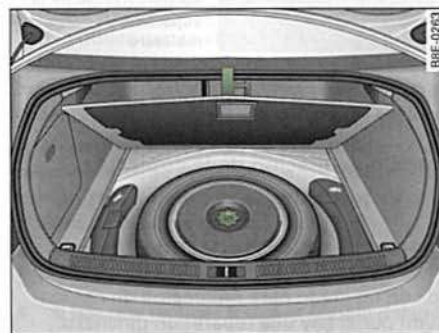

Fig. 230 Rueda de repuesto
- Gire a mano la rueda moleteada $\Rightarrow$ fig. 230 en el sentido contrario al de las agujas del reloj.